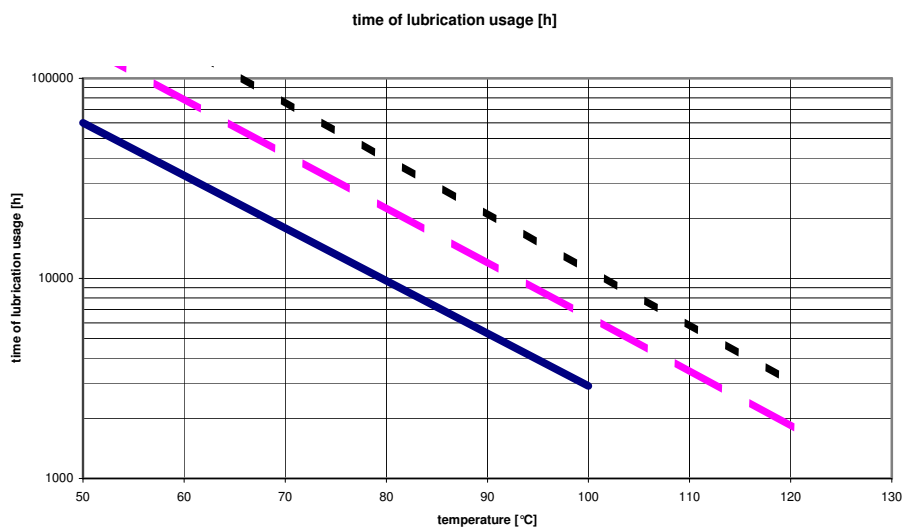

Fig. 2: Durata di utilizzo del lubrificante
- ⇒ Con questo valore determinare la durata di utilizzo del lubrificante secondo la fig. 2.